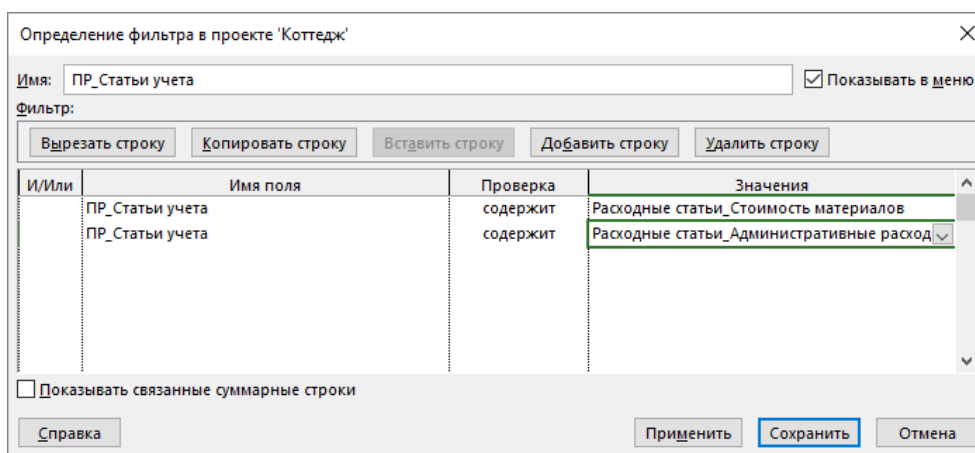

Рисунок 75 – Создание нового фильтра
5. На закладке «Вид» в области «Данные» создаем новый фильтр по полю «ПР\_Статьи учета» с проверкой на две статьи «Стоимость материалов» и «Административные расходы», Рисунок 75.